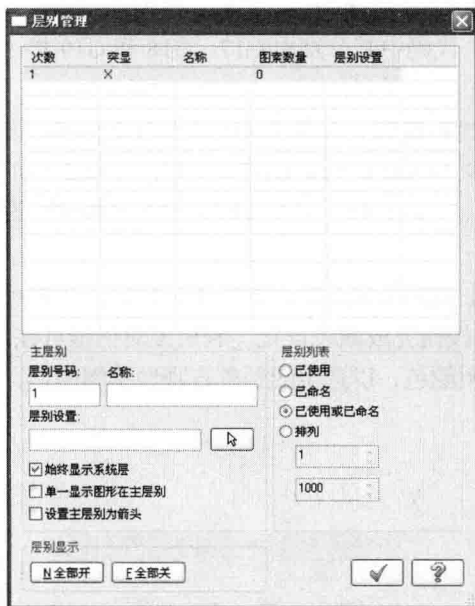

图1-7 【层别管理】对话框
(5) 图层。单击图形层别按钮 **层别**，系统弹出【层别管理】对话框，如图 1-7 所示；或在【层别】文本框中直接输入某层别号码，用户可定义当前的工作层，控制图素在工作区的显示等。